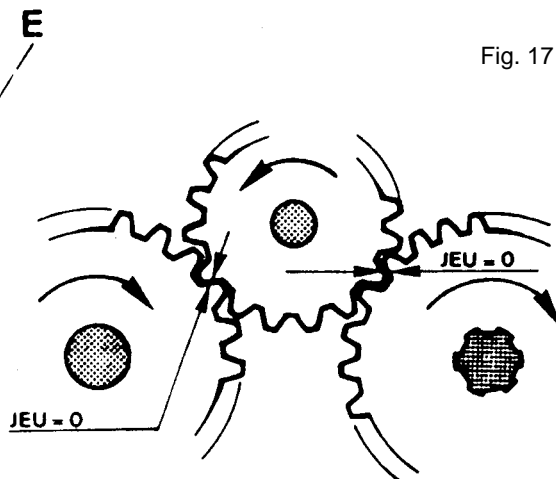

Fig. 17
- procedere alla regolazione della trasmissione fissando gli ingranaggi come segue (Vedi fig 17)
1) fissare l' ingranaggio piccolo (A) sull' ase superiore (C) ed uno degli ingranaggi più grande (B) sull' albero del ingranaggio sinistro (D). Ruotare l'ingranaggio piccolo nella direzione indicata dalla fig 17 e l' albero ingranaggio destro (E) nella direzione opposta.
2) Avendo cura del gioco delle due trasmissioni montare il rimanente ingranaggio grande sull' albero destro (E) così che un dente dell' ingranaggio piccolo (A) conduca quello grande (B) senza che ci siano spazi tra i denti.